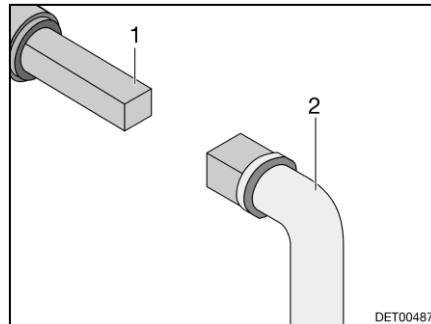

Bild 73 Handhavande avloppsventil
- Sätt nyckeln (Bild 73,2) mot fyrkanten (Bild 73,1).